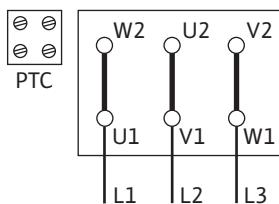

Fig. 5: Rozruch Y-Δ
- Przyłącze sieciowe jest zależne od mocy silnika P2, od napięcia sieciowego i od sposobu załączania. Wymagane łączenie mostków połączeniowych w skrzynce zaciskowej zamieszczono w następującej tabeli jak również Fig. 5 i Fig. 6.
Rozruch Y-Δ (standardowy)	Usunąć mostki połączeniowe (Fig. 5).